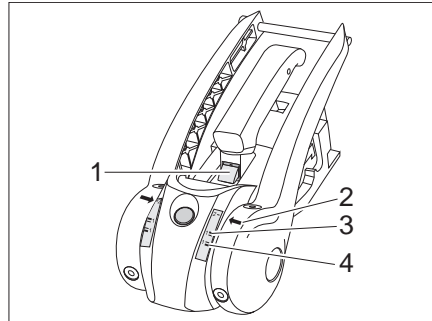

Bild 170 Förslitningskontroll friktionsbeläggning
- När den gröna markeringen syns (Bild 170,1) är friktionsbeläggen fram och bak fortfarande OK. Om den gröna markeringen inte längre syns måste friktionsbeläggen bytas.
- Är pilen (Bild 170,2) under Softdock-markeringen 1-grön (Bild 170,4) är friktionsbeläggen till höger och vänster OK. Är pilen (Bild 170,2) över Softdock-markeringen 1-röd (Bild 170,3) måste friktionsbeläggen bytas.
- Om den gröna markeringen syns (Bild 170,1) är kopplingskulan OK. Om den gröna markeringen inte längre syns är kopplingskulans diameter < 49 mm och kopplingskulan måste bytas.